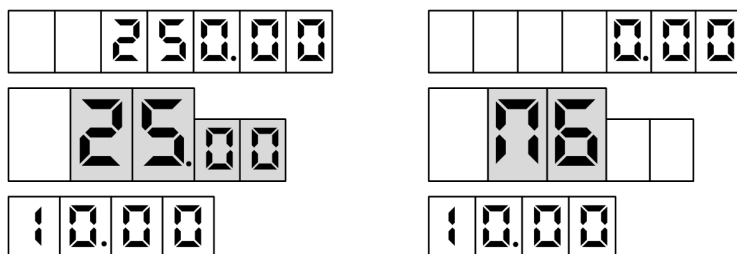

Рисунок 4
8.2 Для выдачи топлива необходимо задать дозу с системы управления. Когда устройство будет готово к отпуску топлива, в средней строке табло мигающими символами отобразится величина *заданной* дозы, а в случае отпуска "до полного бака" – символы "ПБ" (рисунок 4). Это дает клиенту удобный способ определить, когда можно начать заправку, а также убедиться, что задано именно то количество топлива, которое он заказывал. Для запуска налива необходимо снять раздаточный кран или подать команду "Пуск" с системы управления,